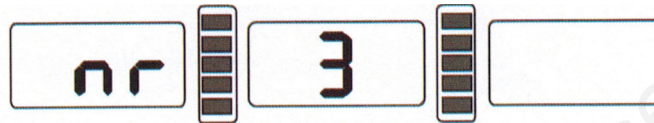

Fig. 10-13
1. Pressez la touche a+, pour revenir à l'affichage illustré en figure 7-1. Pressez les touches D et OPT, pour l'affichage du numéro de rayon (voir figure 10-13). Pressez la touche b+ ou b- pour entrer le numéro de rayon. Pressez les touche D et OPT pour sauvegarder. Tournez lentement la roue, tournez la position d'équilibrage du rayon vers le haut (12 heures), pressez les touches D et OPT pour entrer le mode caché collé, et pressez à nouveau D et OPT pour sortir.